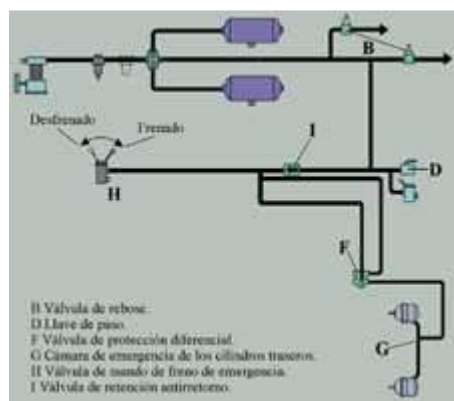

Fig. 50
- Circuito número 3.- Frenos de emergencia y estacionamiento en el eje trasero del vehículo tractor y servicios auxiliares **(fig. 50)**.
Circuito número 3: frenos de emergencia y estacionamiento en el eje trasero del vehículo tractor y servicios auxiliares (fig. 50)